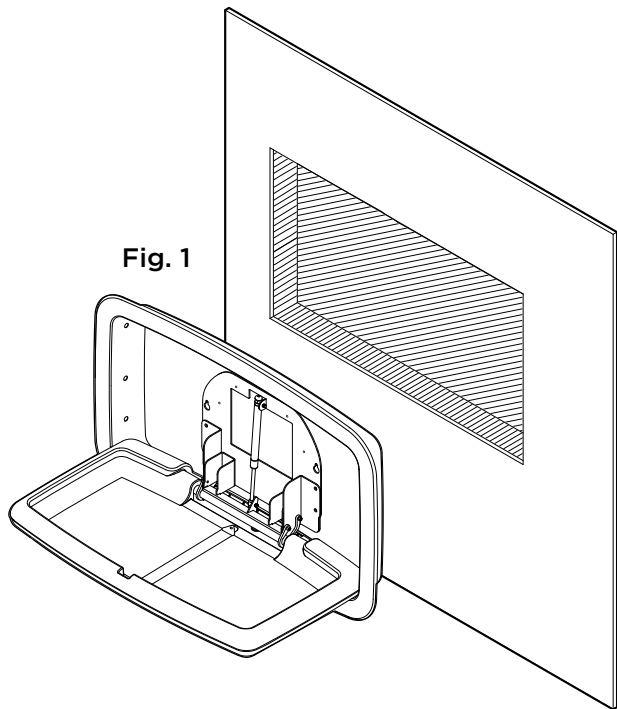

Fig. 1
- Préparez l'ouverture brute du mur selon la Fiche technique. Assurez-vous que le haut du goujon inférieur est à 26 9/16" (675 mm) pour assurer une hauteur de montage correcte. **Fig. 1** Pour plus d'informations, visitez www.koalabear.com.